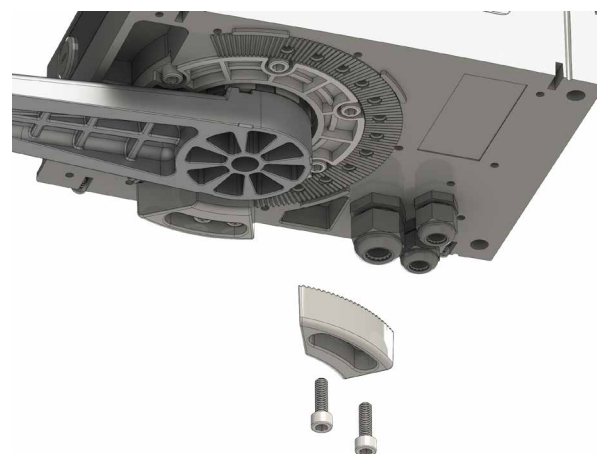

Рис. 15
- Убедитесь в правильности зубчатого зацепления (рис. 15).